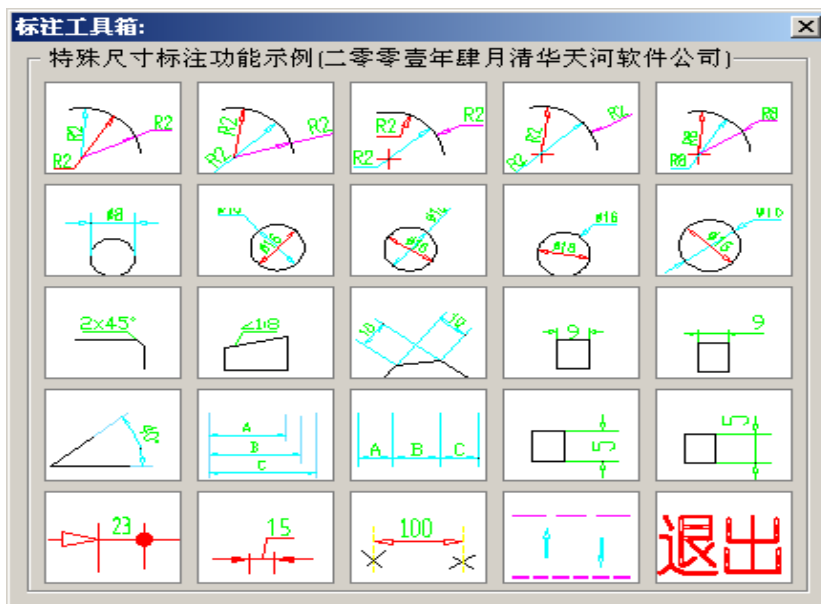

图 7-12
出现： 对话框，图 7-12。
1. 小圆弧标注：图 7-12 的对话框中的第一排和第二排是小圆弧标注的标注工具，显示的图片表明要标注的样式，单击欲标注样式的图片，结束对话框的选择，点取欲标注的圆或弧，将标注线拖动放置在合适的位置。在拖动的过程中，键入 M 或 T 回车后修改标注的文本。键入 A 并回车修改标注文本的倾斜角。
2. 倾斜标注：图 7-12 的对话框中的第三排的图片是倾斜和水平标注。点击相关标注类型的图片进行标注。
3. 其他标注：图 7-12 的对话框中的第四排的图片是角度标注、基线标注、连续标注、垂直标注的功能选择。鼠标单击相应的图片进行相关类型的标注。
4. 标注类型的修改工具：图 7-12 的对话框中的最底部一排的图片是尺寸标注箭头样式的更改、文本的移出标注、尺寸界线的抑制和局部线型比例因子调节等功能。鼠标单击相应的图片运行命令，依据命令行的提示连续点击
5. 退出：单击图 7-12 右下角的退出按钮结束选择并退出。